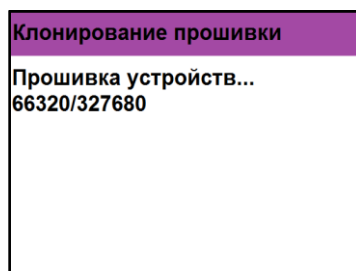

Рисунок 17 - Процесс клонирования загрузчика на ППК-мастер
- 1.3.4. После запуска процесса будет отображаться количество переданных пакетов/общее количество пакетов (рисунок 17).